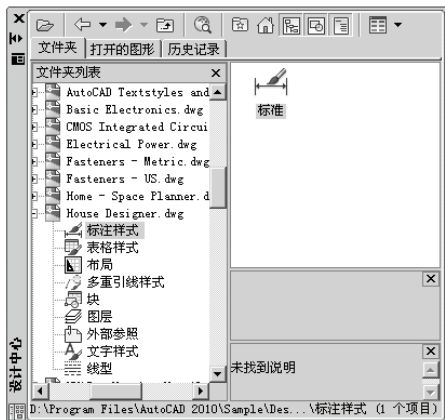

图 10-10 “设计中心”对话框设置
(1) 单击“标准”工具栏中的设计中心按钮，打开设计中心，弹出“设计中心”选项板。
(2) 在选项板中搜索到 AutoCAD 2010 目录下的 SAMPLE\DesignCenter\House Design.DWG 文件，并双击，窗口如图 10-10 所示。
(3) 双击“标注样式”，在右侧显示该图形中设置的标注样式名。
(4) 用鼠标将“标准”标注样式拖到新建的图形绘图区并松开。
(5) 单击设计中心右上角的按钮，关闭“设计中心”窗口。